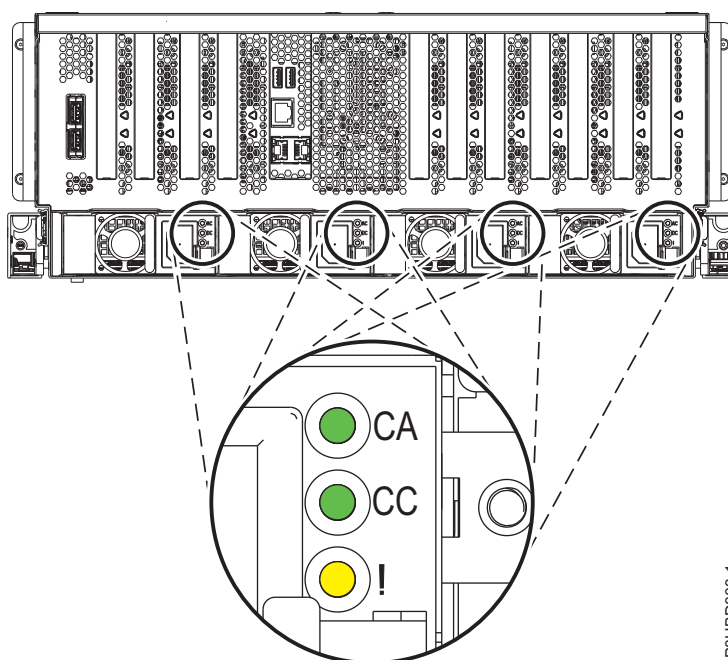

Figure 1. Emplacement des blocs d'alimentation et des voyants dans le système 8408-44E ou 8408-E8E
4. Localisez les voyants (LED) sur les blocs d'alimentation. Quatre blocs d'alimentation sont installés à l'arrière du système. figure 1 montre l'emplacement des blocs d'alimentation dans un système 8408-44E ou 8408-E8E et la position des voyants sur le bloc d'alimentation.